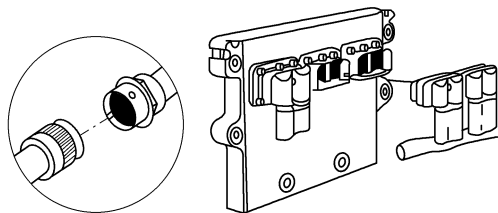

图 5-248 断开执行器线束插头和 31 针插头
(1) 电阻检查
① 断开钥匙开关, 从蓄电池上断开负极电缆线。要断开车辆蓄电池连接, 需要使用服务软件使发动机 ECM 实时时钟复位。
② 从 ECM 上断开执行器线束插头和 31 针 OEM 插头, 如图 5-248 所示, 确保 ICONTM 短接插头连接到 6 针发动机线束插头上。